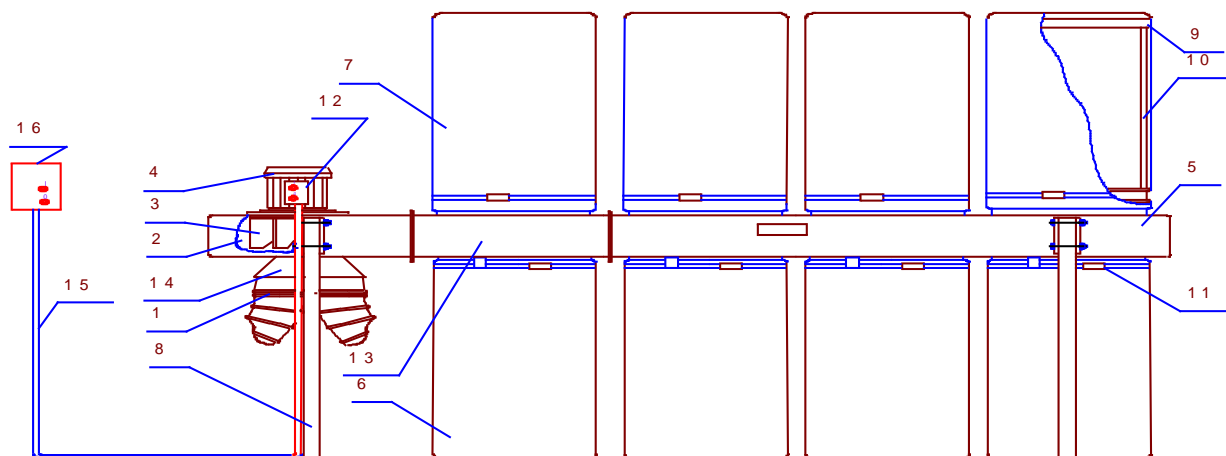

Рис. 1
- 6.2.3 Собрать установку (рис.1).